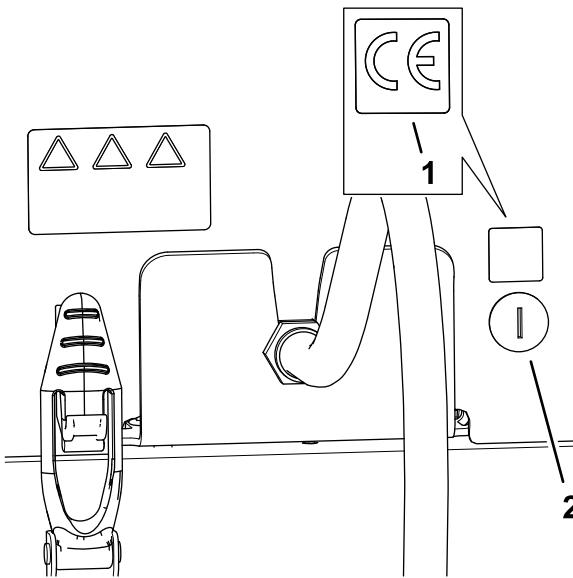

Bild 34
1. Verwenden Sie Reinigungsalkohol und einen sauberen Lappen, um den Bereich der Haube neben dem Haubenriegel zu reinigen, und lassen Sie die Haube trocknen (Bild 34).